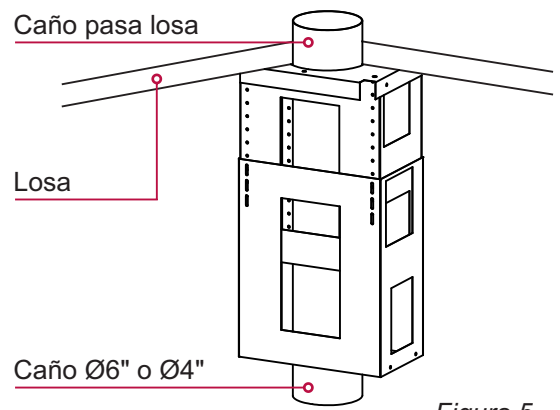

Figura 5
Paso 4: Colocar un caño galvanizado o corrugado (no incluido) de Ø6" o Ø4" en el caño pasa losa. El caño debe llegar hasta el borde inferior de la estructura inferior. Sellar las uniones para evitar pérdidas de aire. (ver figura 5)